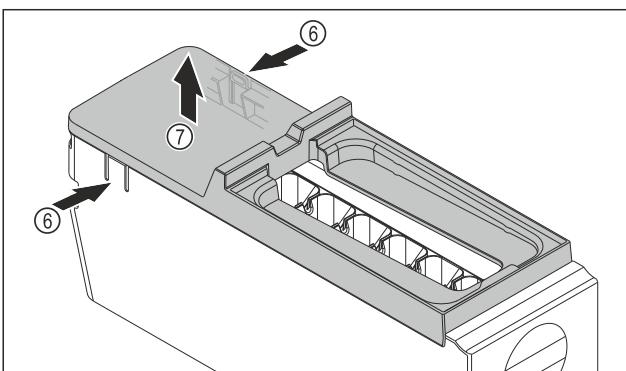

Fig. 75
- Odstráňte kryt korpusu EasyTwist-Ice: strmene Fig. 75 (6) na oboch stranach korpusu EasyTwist-Ice zatlačte rukou.
- Kryt Fig. 75 (7) odoberte druhou rukou smerom nahor.